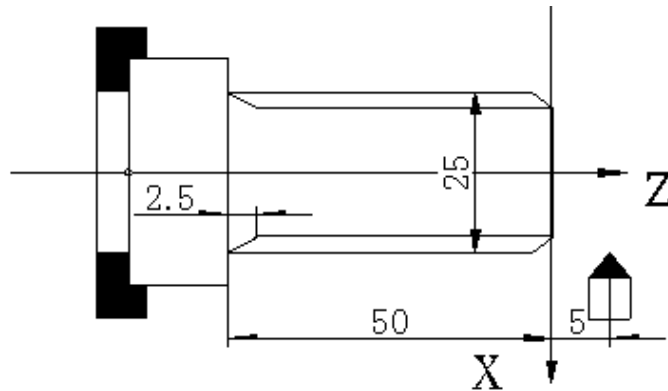

图 4-5-7 螺纹切削
5) 综合示例: 如下图 4-5-7
例: 螺纹导程 2mm 切深 2.5mm (直径值, 分两次切入)。如图 4-5-7: